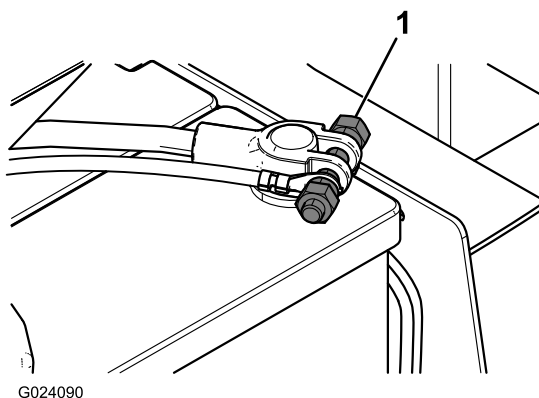

Figura 18
9. Retire las fijaciones existentes de los bornes de la batería e instale los pernos con tuerca doble (Figura 18).